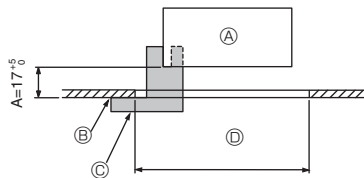

Fig. 9-2
①	Gitter	1	950 × 950 (mm)
②	Schraube mit unverlierbarer Unterlegscheibe	4	M5 × 0,8 × 25
③	Lehre	1	(In vier Teile unterteilt)
④	Befestigungsteil	3
⑤	Schraube	4	4 × 8
⑥	Schraube	1	4 × 12
⑦	Drahtlose Fernbedienung	1	für PLP-6BALM, PLP-6BALME
⑧	Verdrahtete Fernbedienung	1	für PLP-6BAMD, PLP-6BAMDE
⑨	Eckplatte für den i-see sensor	1	für PLP-6BAE, PLP-6BAMDE, PLP-6BALME
9.2. Vorbereitung zum Anbringen des Gitters (Fig. 9-2)
• Mit der mit diesem Bausatz gelieferten Lehre ③ die Position der Anlage im Verhältnis zur Zimmerdecke überprüfen. Wenn die Anlage im Verhältnis zur Zimmerdecke nicht vorschriftsmäßig in Position gebracht wurde, kann dies zu Luftdurchlässigkeit oder zur Bildung von Kondenswasser führen.
- Ⓒ Lehre ③ (befindet sich in der Anlage)